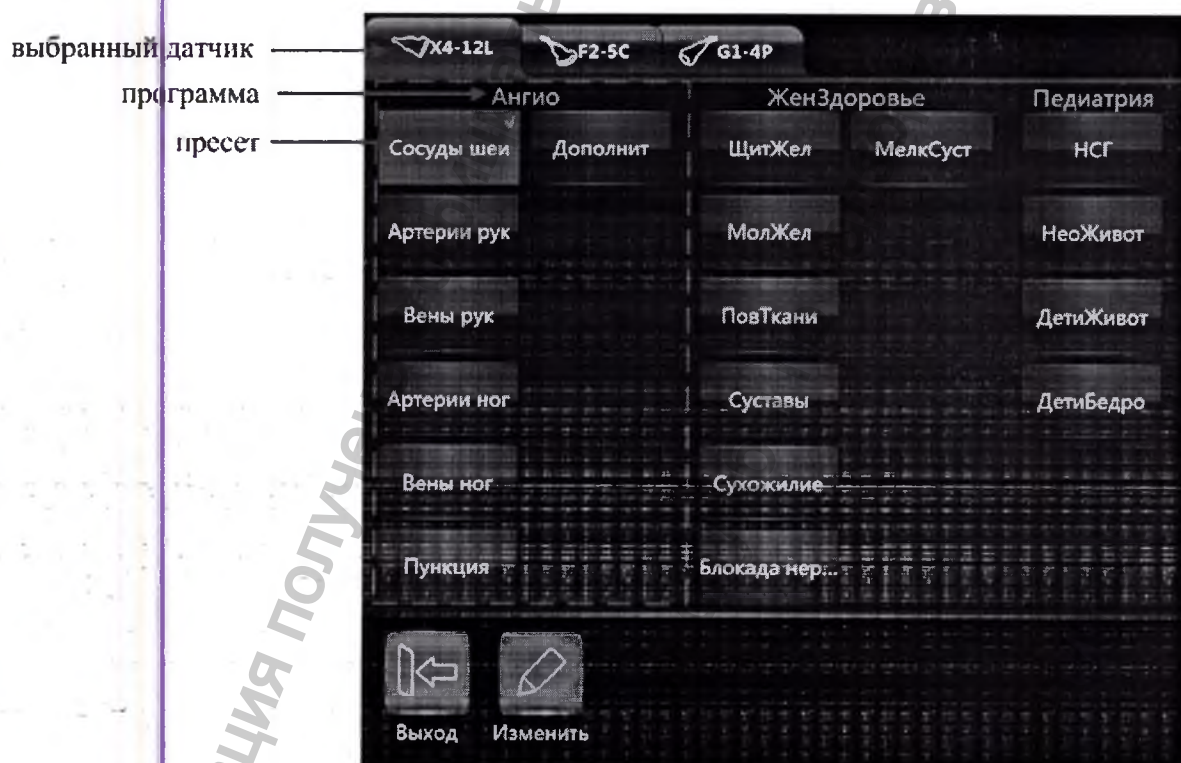

Рисунок 3.8 – Окно выбора датчиков
1. На главном экране дисплея нажмите кнопку  **Датчики и Приложения**, после чего откроется экран с вкладками датчиков (см. Рисунок 3.8), подключенных к системе в текущий момент.
2. Выберите вкладку нужного датчика. Она будет выделена цветом, а ниже будут представлены программы исследования и пакеты предварительных настроек (далее – пресеты) для исследований, поддерживаемых данным датчиком (см. Рисунок 3.8, выбран датчик **X4-12L**).
Пример. На рисунке (см. Рисунок 3.8) выбран датчик **X4-12L** и пресет **Сосуды шеи** из программы исследования **Ангио**.